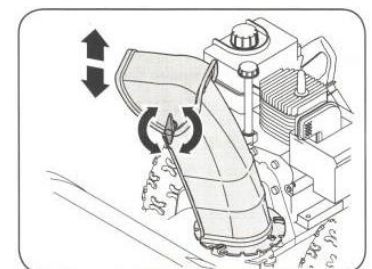

Abbildung 33
2. Den Schirm nach oben oder unten schwenken, bevor der Flügelknopf wieder festgezogen wird, siehe Abbildung 33.